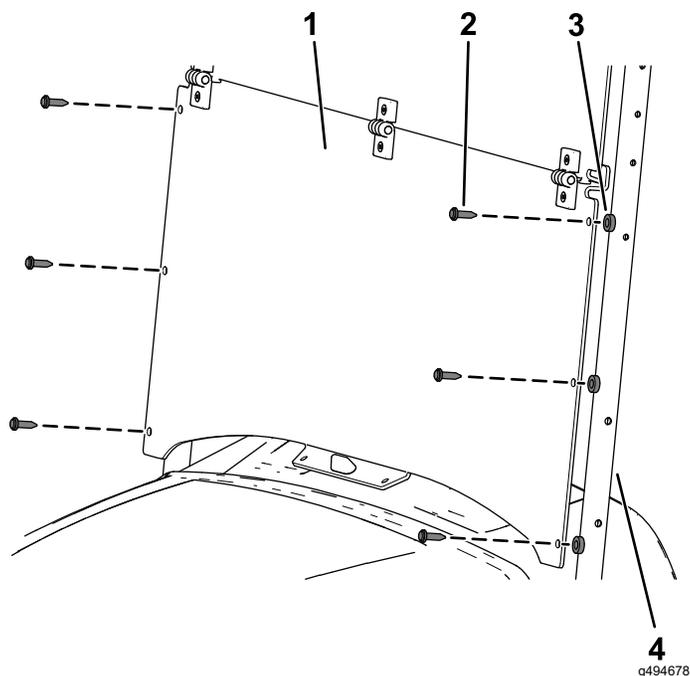

图 3
2. 将风挡下部的孔与顶篷支撑管中的孔对齐图 3。
3. 用 6 个塑料隔片和 6 个长塑料铆钉将风挡两侧固定至顶篷支撑管图 3。